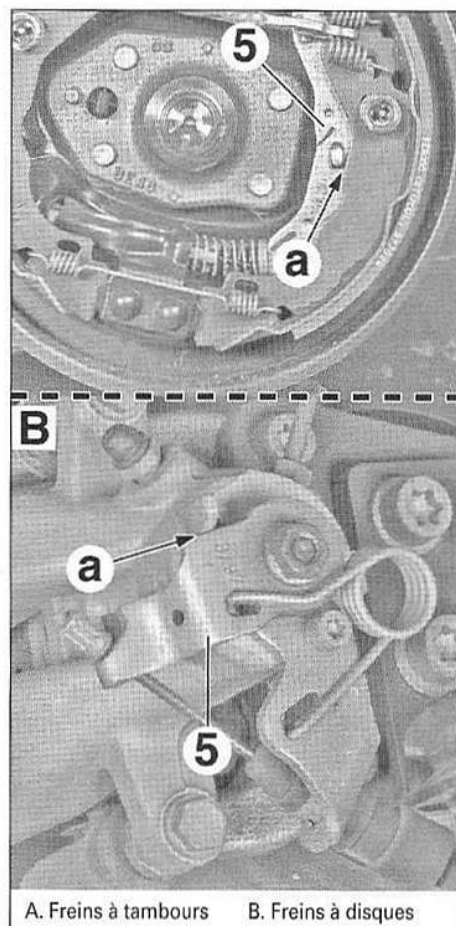

FIG.53
- De chaque côté, à l'aide d'un jeu de cales, mesurer en (a) le décalage du levier (5) par rapport à sa butée (Fig.53).
- De chaque côté, à l'aide d'un jeu de cales, mesurer en (a) le décalage du levier (5). Celui-ci doit être de 0,05 à 1 mm (Fig.53).
- la garniture du levier de frein de stationnement (4),
- le soufflet (1) avec le pommeau de levier de vitesses (2).